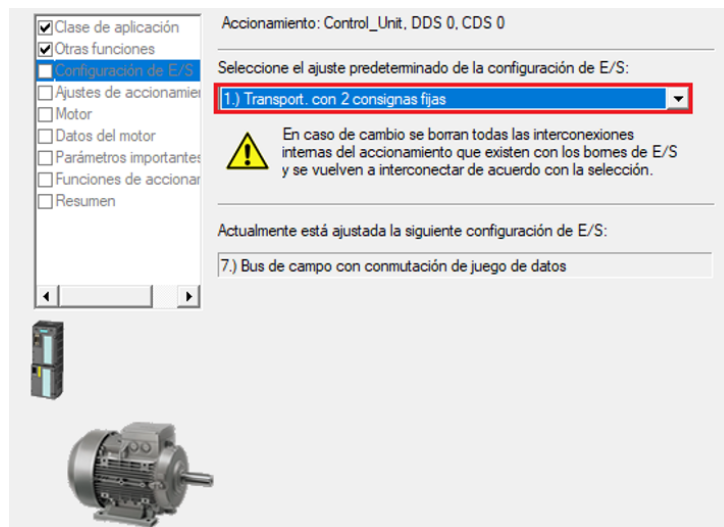

Figura 2.11: Configuración E/S.
- En “Configuración E/S” se elige el tipo de ajuste predeterminado. Cada ajuste dispone de una configuración en los bornes de entrada y salida del accionamiento. La Figura 2.11 muestra el ajuste predeterminado seleccionado “1.) Transport. con 2 consignas fijas”, mientras que, en las Tablas 2.1 y 2.2 se indica la disposición de los bornes de E/S para el ajuste seleccionado.